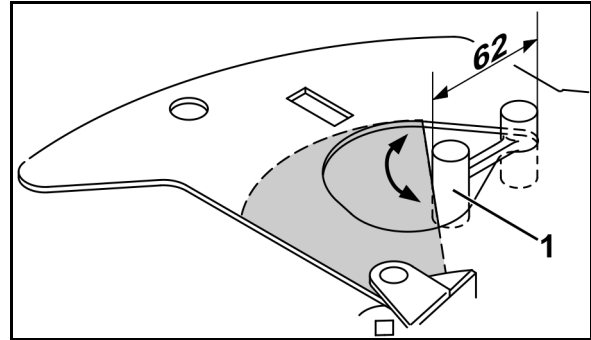

Fig. 8
2. Einstelllehre (Fig. 8/1) mit dem einen Ende in die Nase der Durchlassöffnung stecken.